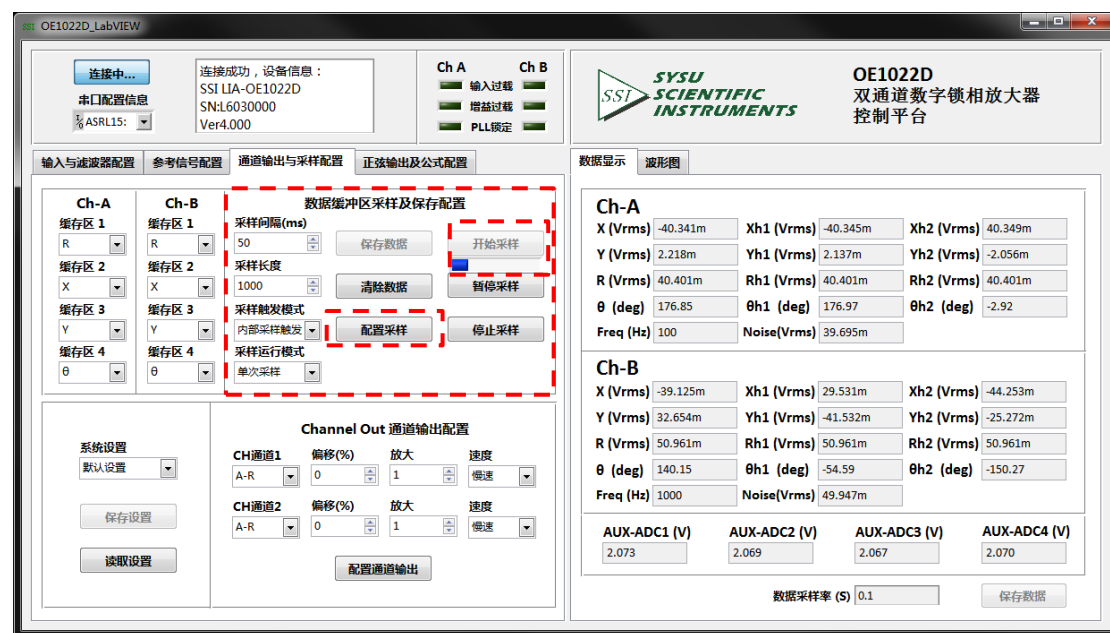

图84. 数据采集
1. 在数据缓存区配置区域选择好每个缓存区的采集数据类型、采样间隔和采样长度，其它选项默认，然后点击“配置采样”按钮，再点击右方的“开始采样”按钮。当在按钮下方出现进度条时，表示开始进行数据采集，如图 84 红框内所示。